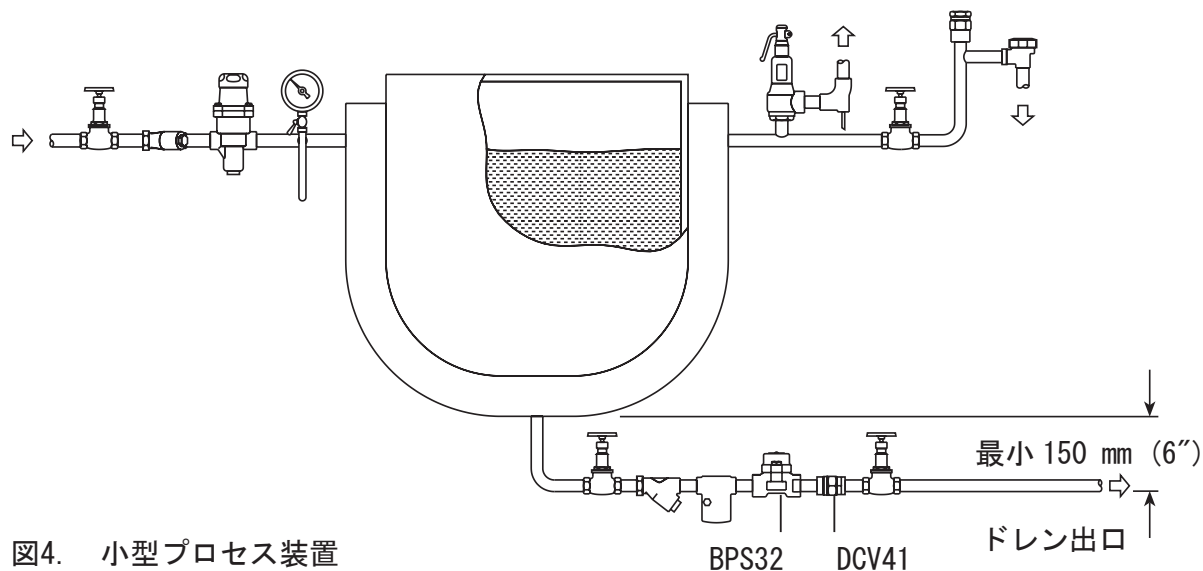

図4. 小型プロセス装置
- 3.4 トラップは、水平あるいは垂直いずれの方向にも設置できるように設計されています。これによりドレンは確実に排出します。できる限りトラップの直前、150mmに立ち下がり管を取り付けることをお奨めします。(図4参照)
- 3.5 背圧のかかるドレン回収ラインに排出される場合、スチーム・トラップの二次側には必ず逆止弁を取り付けてください。上がり勾配のドレン・ラインではよく起きる現象です。入口圧力が減少する、あるいは蒸気が遮断された時、蒸気空間が水浸しになることを逆止弁が防止します。DCV41型のような適切な弁を使用してください。(図4参照)